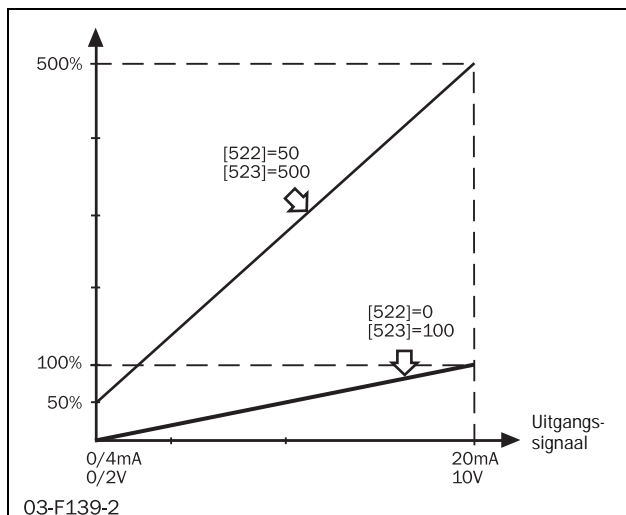

Fig. 60 Schaal van analoge uitgang
De schaal van de analoge uitgang komt standaard overeen met Fig. 60. In dat geval komt het in menu [520] geselecteerde signaalbereik van de analoge uitgang overeen met 0 tot 100% van respectievelijk de nominale motorstroom I_n , de nominale motorspanning U_n , het nominale motorvermogen P_n of het nominale motorkoppel T_n .
De schaal van de analoge uitgang kan worden aangepast voor een hogere resolutie of als er waarden boven de nominale waarden moeten worden bewaakt. De schaal wordt bepaald door het selecteren van een minimale schaalwaarde in menu [522] en een maximale schaalwaarde in menu [523]. In Fig. 60 ziet u een voorbeeld van verschillende schalen.
M.b.t. de schaal voor breed bereik (parameter [522]=50 en parameter [523]=500) volgens het voorbeeld in Fig. 60 geldt het volgende.